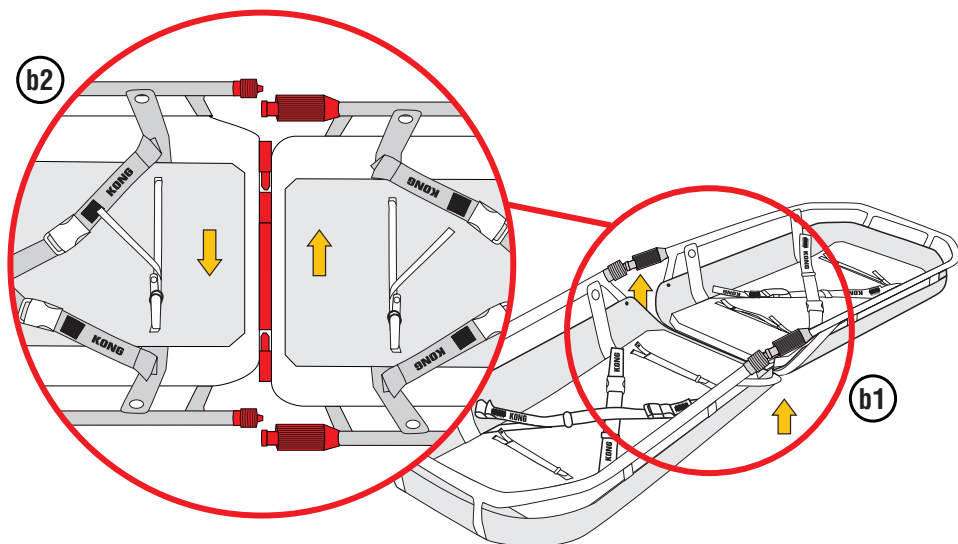

Fig.8
b) sollevare centralmente le due parti e inserire i perni nei cilindri (fig. 8),